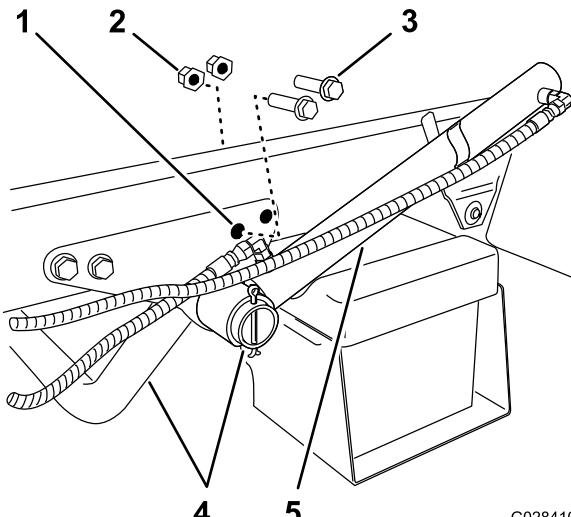

Figura 6
- Rimuovete i 2 bulloni a testa flangiata posteriori e i 2 dadi di bloccaggio flangiati che fissano la staffa di supporto del tubo del motore al telaio della macchina (Figura 6).
- Ruotate il cilindro di sollevamento per avere spazio libero a sufficienza per installare la staffa di fissaggio per il telaio di supporto del serbatoio (Figura 6).